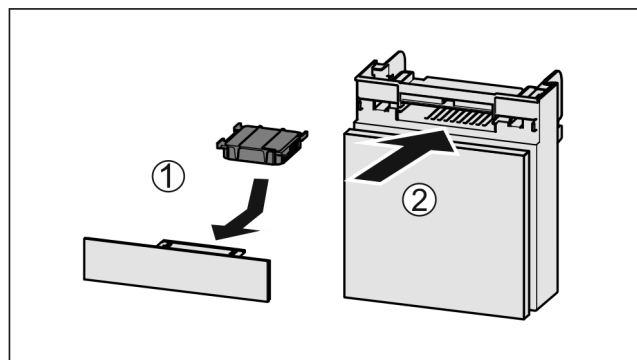

Fig. 219
- Insérer le filtre à charbon actif d'après le schéma Fig. 219 (1).
- Insérer le compartiment Fig. 219 (2).